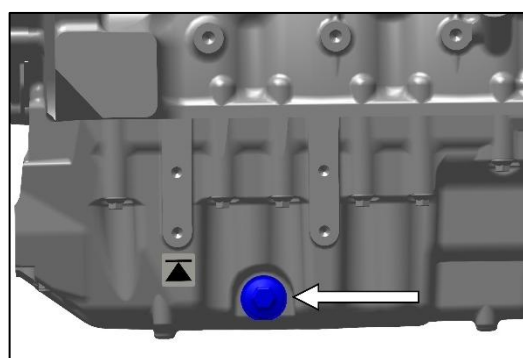

Fig. 239 : BOUCHON DE VIDANGE DE L'HUILE MOTEUR
5. Placer un bac de récupération d'huile sous le carter, desserrer et retirer les bouchons de vidange (voir la Fig. 239) situés de chaque côté du carter. Vidanger l'huile moteur.